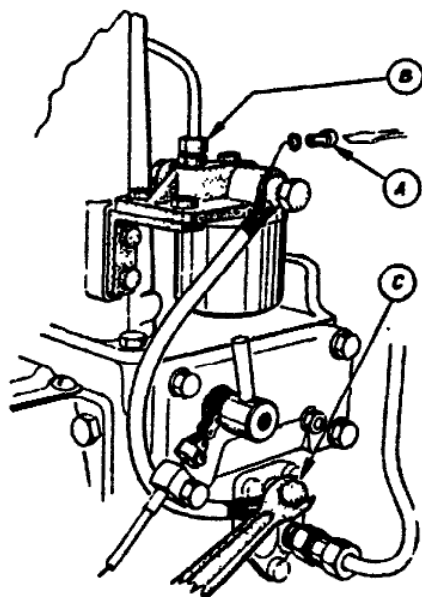

Fig. 2.
Utlufting (fig. 2)
1. Filteret og tankrøret utluftes ved å løse den lille vannrette lufteskruen (A) i filterlokket eller mutteren (B) for lekkoljerøret. Hold skruen åpen til oljen renner uten bobler. (Om nødvendig blås i tankspunsen.)
2. Sugslangen utluftes ved å løse hulskruen (C) for banjonippelen på brennoljepumpen 3 tørn (se fig. 2). Ryst i slangen og hold skruen åpen til oljen renner uten bobler. (*Trykkventilen på oljepumpen skal ikke løses.*) Hulskruen trekkes slik til at sugslangen faller naturlig mot pumpen (fra aktersiden) uten å danne «lås».
Hvis toppvannpakningene viser tegn til lekkasje, må de skiftes. Lekkasje kan skyldes at pakningene er gamle og harde eller utilstrekkelig pakningstrykk. Det nytter ikke å trekke ytterligere til på toppmutrene, fordi klaringen mellom blokk og topplokk er bestemt av foringsflensen (Gr. 20, fig. 2) og kobberpakningene mellom flens og topplokk samt under flensen (Gr. 20, fig. 13 og 14). Toppklaringen (minste klaring mellom stempel og topplokk) skal være 1,5—2 mm medregnet topppakningsringen (0,5—1 for type H). Klaringen justeres med de 0,5 mm tykke foringsflenspakningene (Gr. 20, fig. 14).